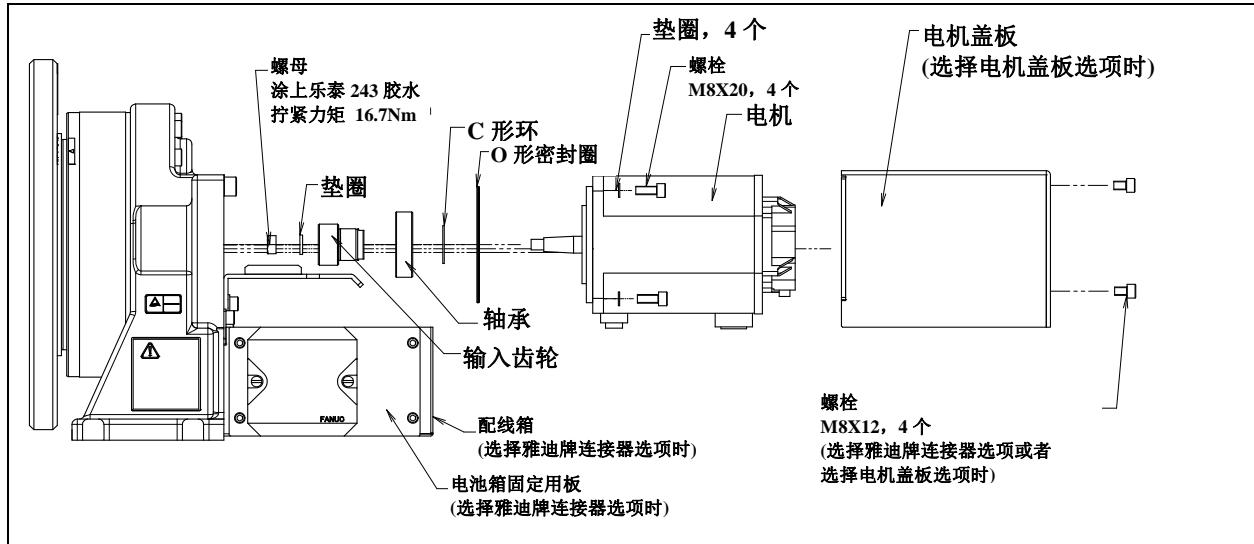

图 6.1 (a) 电机的更换 (300kg 可搬运 (中空型))，(300kg/500kg 可搬运 (中空型))
- 4 按照图 6.1 (b)，取下电池箱安装板之后，取下螺栓 M6×10(4 个)，然后取下配线箱。(只有指定雅迪牌连接器选项时)
- 7 在新的电机上换装上输入齿轮，然后按照相反的步骤进行装配。此时，把 O 形密封圈换成新的，然后把其装到规定位置。有关拧紧力矩和乐泰胶水的涂上，按照图 6.1 (a)。